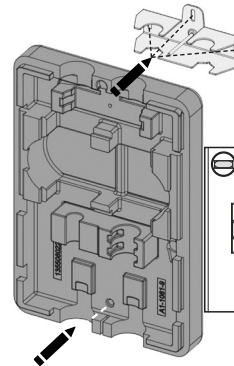

Fig. 5
- Placer la fixation murale (6) et la partie arrière de la coquille d'isolation (7) sur le mur de façon perpendiculaire et les utiliser comme gabarit de perçage (fig. 5).
- Marquer et percer des trous et introduire les chevilles livrées (fig. 5).